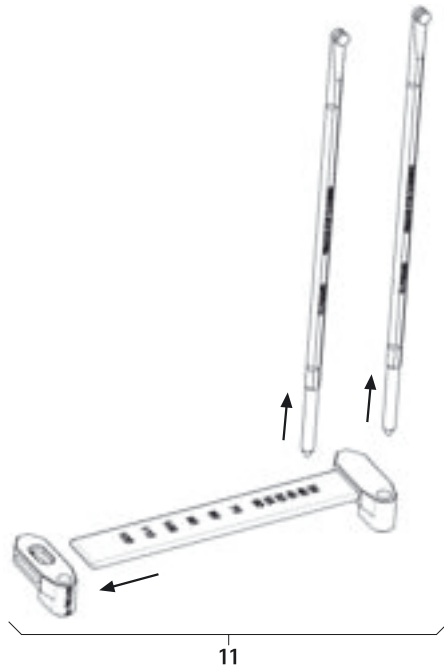

Fig. 6
- Démontage de l'instrument de mesure de longueur de tige 11, voir Fig. 6.